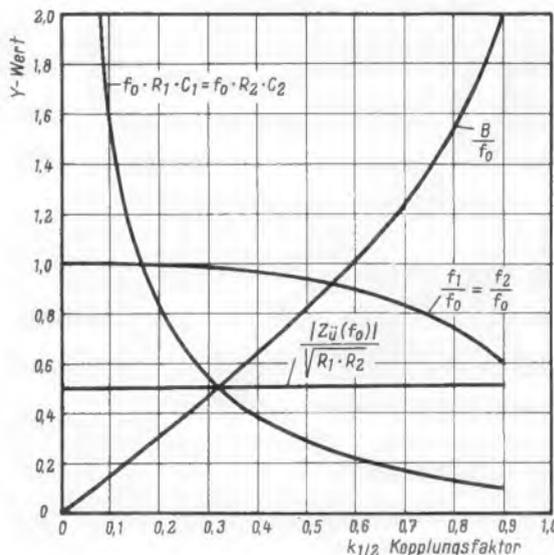

Bild 3. Diagramm zum Bemessen von Bandfiltern mit beiderseits bedämpften Kreisen
Mit dem Wert für Y aus der Formel (3) geht man je nach gewählter Schaltung im Bild 3 bzw. 4 von der linken Skala waagrecht bis zum Schnittpunkt mit der Kurve  $B/f_0$  und findet senkrecht darunter den Kopplungsfaktor  $k_{1/2}$ . Die Senkrechte auf ihm liefert in den Schnittpunkten mit den übrigen Kurven die Y-Werte zum Berechnen der folgenden Größen.
In Bild 3 ist  $f_1 = f_2$ .
Die Bedämpfungswiderstände sind neben dem Kopplungsfaktor und den Schwingkreisinduktivitäten wichtige Dimensionierungsfaktoren. Sie bestimmen die optimale Spannungsverstärkung bei vorgegebener Welligkeit und Bandbreite. Den Y-Wert zu ihrer Berechnung findet man links vom Schnittpunkt des Kopplungsfaktors mit der Kurve  $f_0 \cdot R_2 \cdot C_2$  in Bild 3 bzw. 4.
In Bild 3 ist: